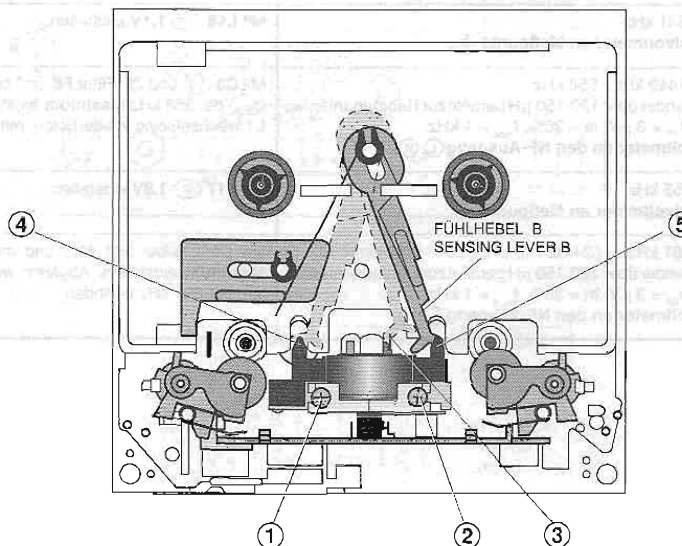

Fig. 2
- Führen Sie den Fühlhebel B der Kopflehre 401 zu den Bandführungen ④ und ⑤, bzw. zur Bandführungsgabel ③ des Tonkopfes.
- Die Kopfeinstellschrauben ① und ② (Fig. 2) dienen zur Kopfspaltsenkrechtstellung (Azimut), siehe Einstellungen.
- Move the sensing lever B of the head gauge 401 to the guides ④ and ⑤ and to the tape guide fork ③ of the soundhead respectively.
- The head adjustment screws ① and ② (Fig. 2) are used for setting the head gap angle (azimuth); see Adjustments.